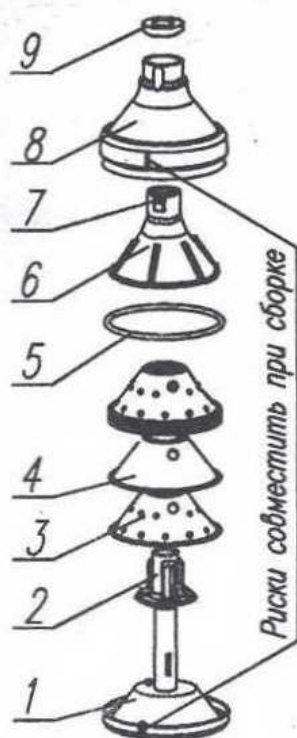

Рис. 2
- устанавливать барабан на вал электродвигателя и приводить его во вращение с не завернутой до конца гайкой поз. 9 рис. 2;
Барабан сепаратора (рис. 2) состоит из основания 1, кольца уплотнительного 5, фиксатора 2, тарелок 3 и 4 (11 тарелок), тарелки верхней 6 с регулировочным винтом (жиклером) 7, крышки барабана 8 и гайки 9.
6.2 Барабан разобрать, детали его промыть в горячем (не более 60°C) 2-процентном содовом растворе, ополоснуть теплой водой, просушить и собрать в следующей последовательности (см. рис. 2):
- установить тарелку верхнюю 6, крышку барабана 8. Совместить риски (см. рис. 2) на крышке барабана 8 и основании 1 с целью исключения дисбаланса барабана.